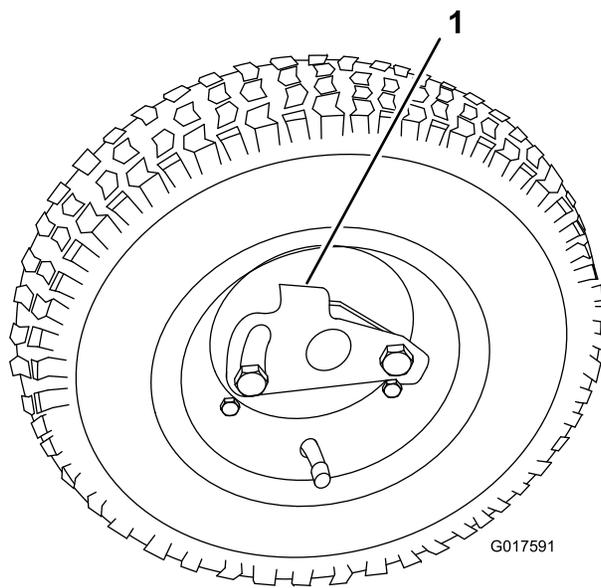

Рисунок 10
2. Отожмите стопор колеса к центру колеса и наденьте колесо на вал колеса (Рисунок 10).